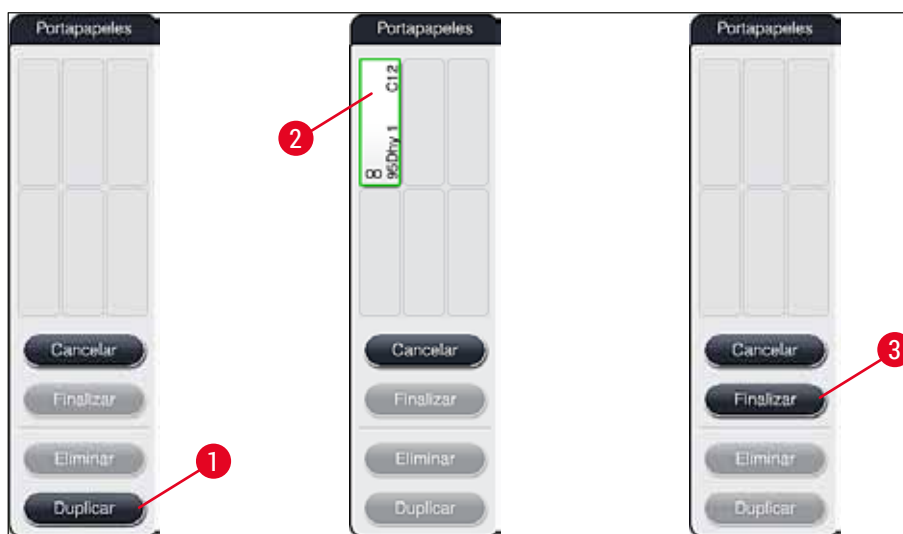

Fig. 54
2. Tenga en cuenta el mensaje informativo que aparecerá y confirme con **Aceptar**. Se abre una nueva ventana **Portapapeles** (→ "Fig. 54").